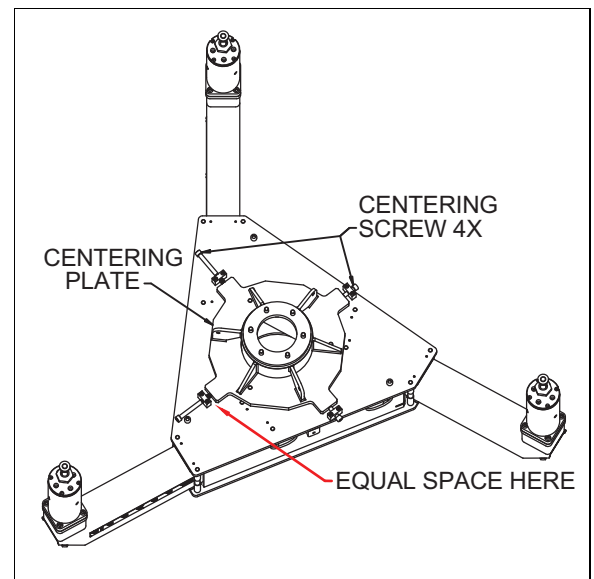

FIGURE 3-17. PLAQUE DE CENTRAGE
2. Faites en sorte que la plaque de centrage soit plus ou moins centrée afin de maximiser le centrage. Pour centrer la plaque de centrage, ajustez les vis de centrage jusqu'à ce que le jeu indiqué en rouge sur la Figure 3-17 soit égal pour les quatre vis.